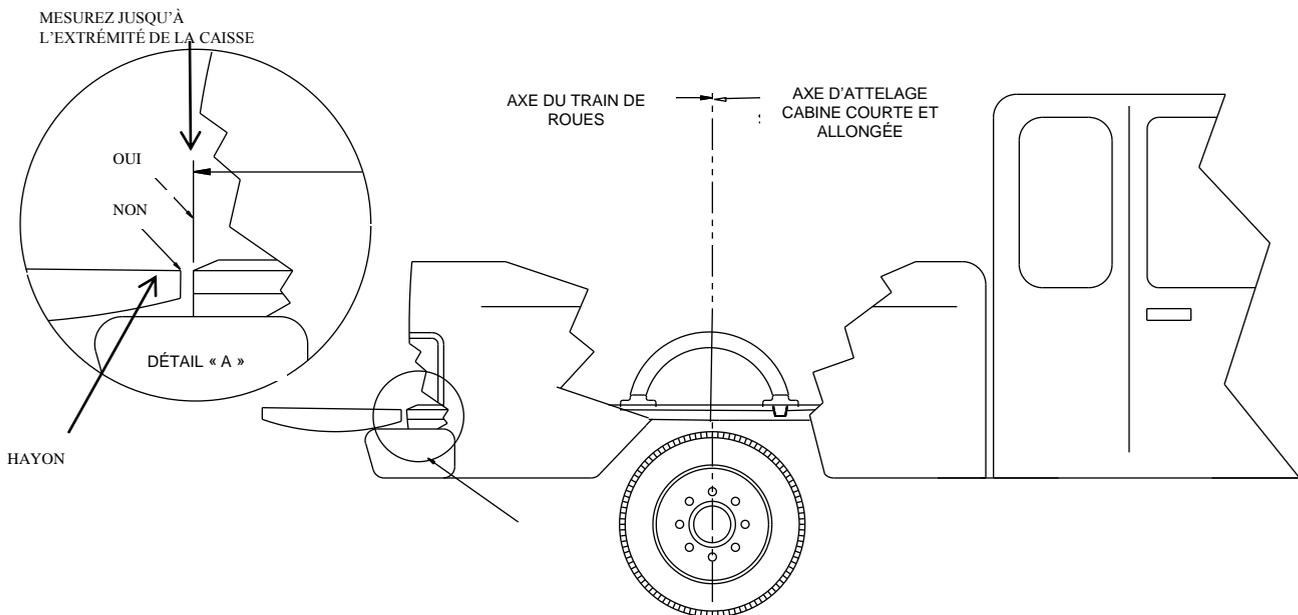

Figure 4
5. Placez un rail de montage sur la caisse du véhicule. Centrez le rail sur le plancher de la caisse du camion et utilisez le ruban à mesurer pour repérer la distance adéquate à partir du rail et vers le rebord arrière de la caisse du camion, comme illustré à la figure 4 de la page 5.